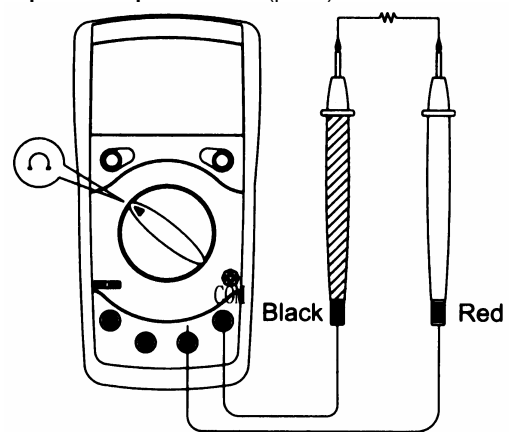

Рис.5
E. Измерение сопротивления (рис.5)